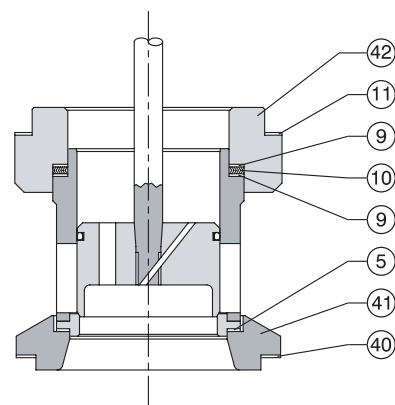
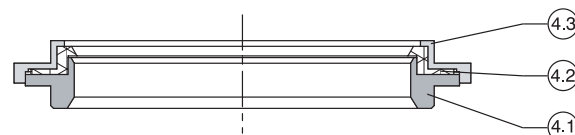

Fig. 4 - Interno reduzido.
Fig. 5 - Assento resiliente.
7. Remova a junta do corpo (11). Para interno reduzido, (fig. 4) remova o adaptador da gaiola (42).
8. Remova a gaiola (7), com a junta espiralada (10) e junta da gaiola (9).
9. Retire a sede (4) e junta da sede (5). Para assento resiliente (fig. 5) a sede é composta por sede superior (4.3), anel sede (4.2) e sede inferior (4.1).
10. Para interno reduzido (fig. 4), retire o adaptador da sede (41), e junta do adaptador da sede (40).
11. Retire as gaxetas (17) e demais componentes internos do castelo, através de um dos seguintes procedimentos:
- No caso de gaxetas de PTFE em "V", utilizando-se uma haste ou bastão, force a mola (10) afim de forçar os componentes a saírem pela extremidade superior do castelo.
12. Para corpos com flanges soltos, se necessário remove-los, esmerilhe o ponto puncionado no corpo (1) na parte traseira do flange (2) e deslize o flange (2) em direção ao corpo (1) o suficiente para liberar os anéis bi-partidos (3).
7. Retire a sede (4) e junta da sede (5). Nas válvulas com assento resiliente e área de passagem maior que 0.5" a sede é composta por sede superior (4.3), anel sede (4.2) e sede inferior (4.1) (fig. 5).
8. Retire as gaxetas (17) e demais componentes internos do castelo, através de um dos seguintes procedimentos:
9. Para corpos com flanges soltos, se necessário remova-os, esmerilhe o ponto puncionado no corpo (1) na parte traseira do flange (2) e deslize o flange (2) em direção ao corpo (1) o suficiente para liberar os anéis bi-partidos (3).
2. Para válvula com interno reduzido (fig. 4) instale a junta do adaptador da sede (40) e adaptador da sede (41).
3. Instale a junta da sede (5) e sede (4), ou, para válvula com assento resiliente (fig. 5), a sede inferior (4.1), anel sede (4.2) e sede superior (4.3).
4. Monte a gaiola (7) no corpo (1). Assegure-se que a gaiola monte adequadamente na sede. Qualquer posição rotacional da gaiola em relação ao corpo é aceitável.
5. Coloque a junta da gaiola (9), junta espiralada (10) e junta do corpo (11) sobre a gaiola. Para válvula com interno reduzido (fig. 4) coloque a junta da gaiola (9), junta espiralada (10) e outra junta da gaiola (9) sobre a gaiola, monte o adaptador da gaiola (42) e coloque a junta do corpo (11) sobre o adaptador da gaiola.
6. Substitua o anel de vedação (13), caso apresente danos visíveis. Tome o máximo cuidado para não arranhar as superfícies do anel de vedação (13) ou o canal de alojamento do anel no obturador (6) pois, do contrário, não mais se conseguirá a vedação apropriada. Para anel de vedação em PTFE, instale antes a lâmina metálica (12). Válvulas tipo 85-20, 85-21, 85-70 e 85-71 não tem anel de vedação.
7. No caso de substituição da haste, rosqueie a nova haste (16) no obturador (6) até o final da rosca, de maneira que fique bem apertada. Faça um furo passante para o pino (8) através do obturador (6) e da haste (22) usando o furo existente no obturador (6) como guia. Instale um novo pino (8) e trave-o.
3. Instale a junta da sede (5) e sede (4), ou, para válvula com assento resiliente e área de passagem
maior que 0.5" (fig. 5), a sede inferior (4.1), anel sede (4.2) e sede superior (4.3).